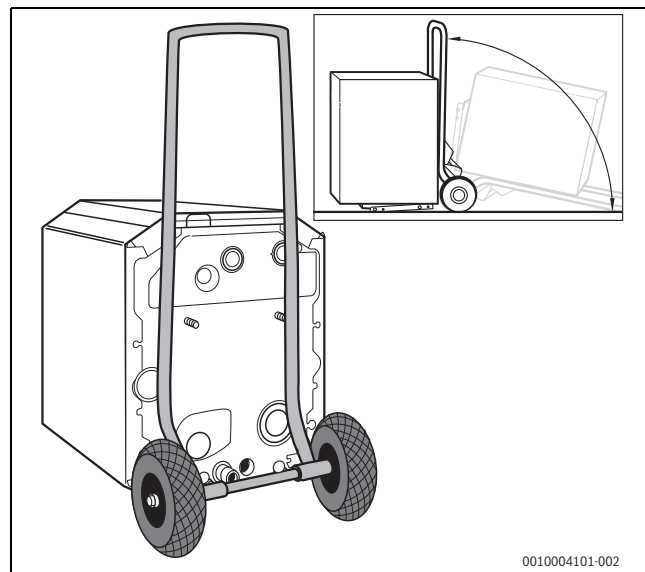

Bild 9 Kessel mit Kesselkuli transportieren
- ▶ Kessel mit Hilfe eines Transportmittels kippen (→ Bild 9, Seite 15).